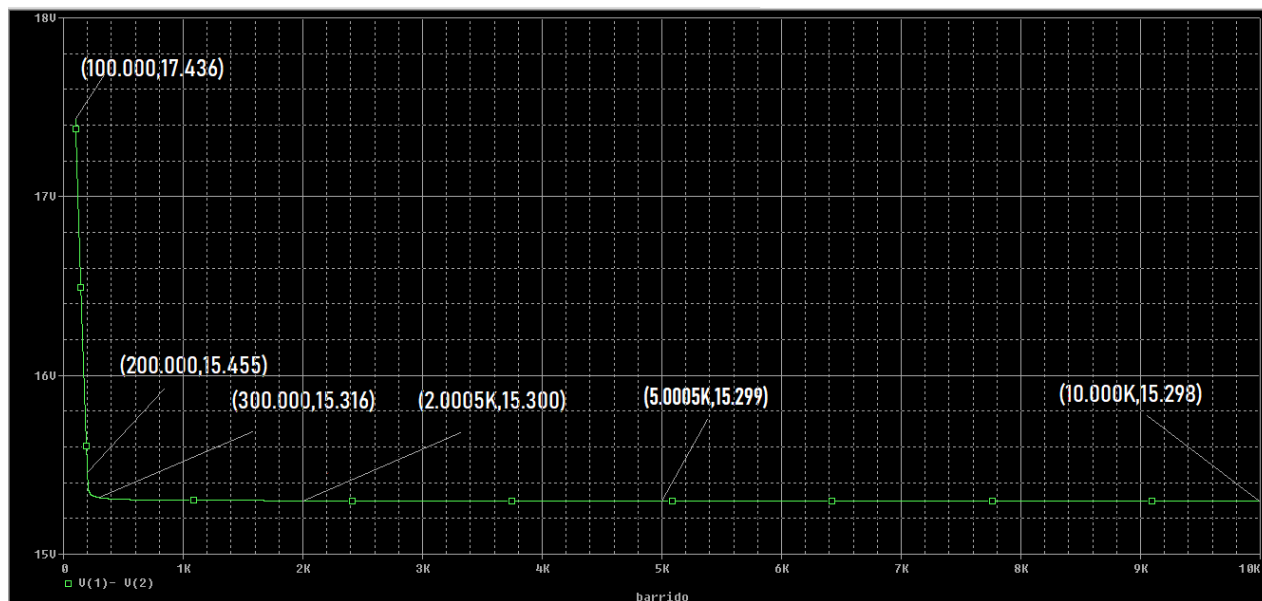
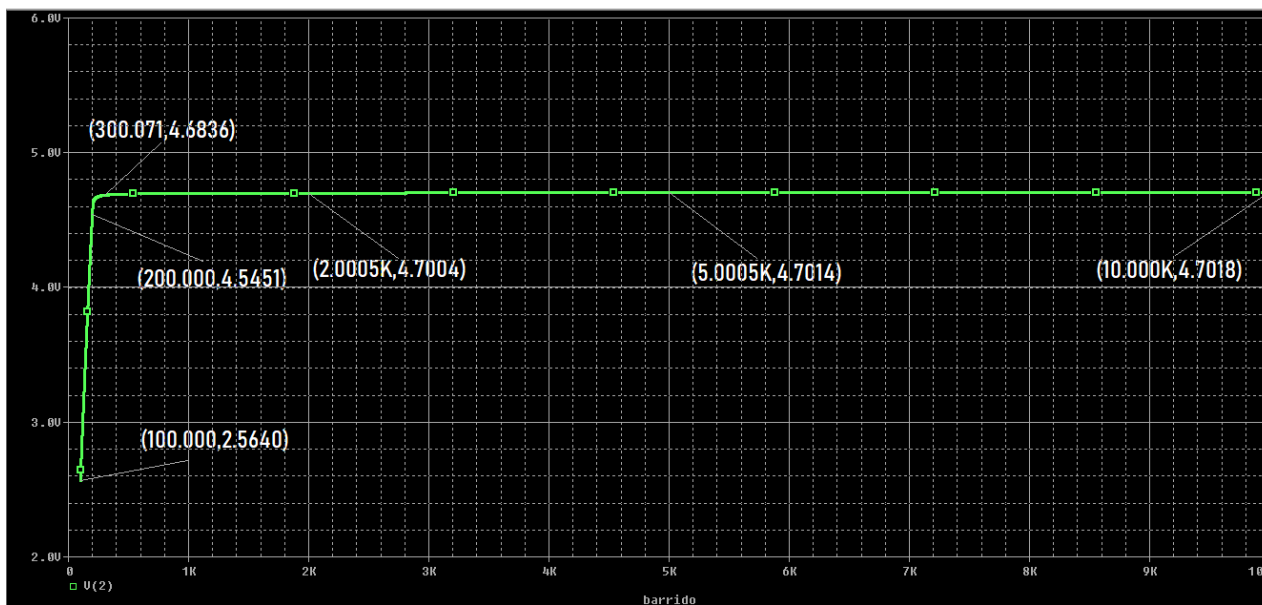

Figura 8. Voltaje en la resistencia V_{RS} , cuando la resistencia de carga R_L varía.
Figura 9. Voltaje en el diodo zener , cuando la resistencia de carga R_L varía.
- 1.3.2. La figura 8 muestra el voltaje en la resistencia R_S (V_{RS}) en puntos de los valores de R_L de interés. La figura 9 muestra el voltaje de caída en el diodo zener (V_Z) y con ello se completa la tabla 3.